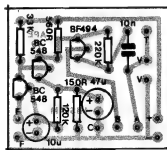

Fig.3
- FIG. 3 - "CHAPEADO" DA MONTAGEM - Agora vista pela face não cobreada, a plaquinha já contém as peças principais, devidamente posicionadas... Atenção aos seguintes pontos: transistores, referenciados pelos seus lados "chatos" (cuidado para não inserir o BF494 no lugar de um dos BC548, e vice-versa...), polaridades dos capacitores eletrolíticos (o terminal mais longo é sempre o positivo, além de - normalmente - a indicação da polaridade estar inscrita lateralmente, no próprio corpo do componente...) e valores dos resistores, em função dos lugares que ocupam na placa (qualquer troca aí, poderá arruinar o funcionamento do circuito, e até causar danos aos transistores...). Observe, ainda, as diversas ilhas periféricas (junto às bordas da plaquinha) que se destinam às conexões externas, a serem detalhadas numa próxima figura... Todas essas ilhas estão devidamente codificadas, para facilitar a localização/identificação, no devido momento... Todas as posições, valores, polaridades, estado dos pontos de solda (isso pelo lado cobreado...) devem ser rigorosamente conferidos ao final, para só então cortar-se as "sobras" de terminais, passando-se à próxima fase da construção do MISFAM...